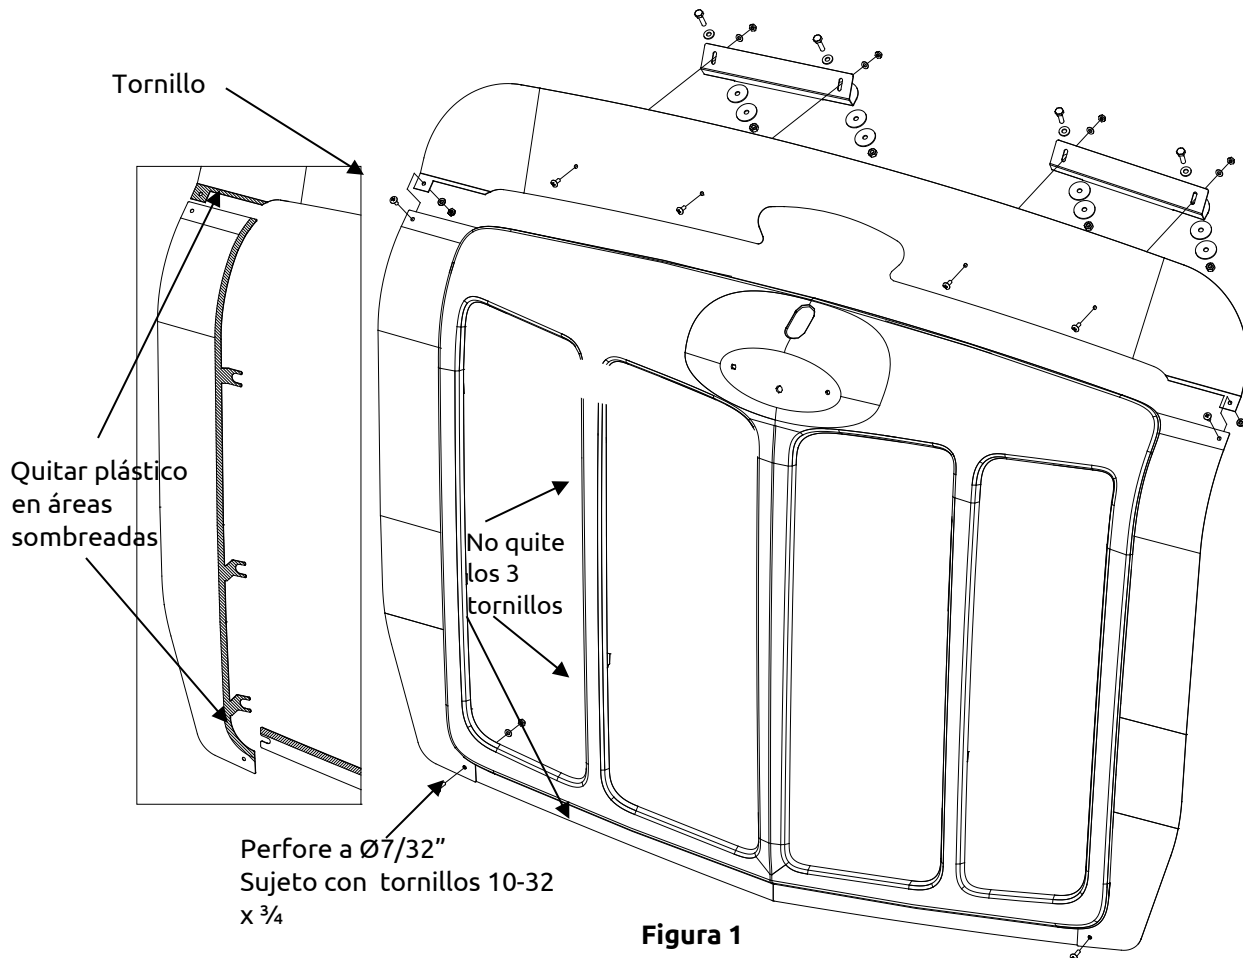

Figura 1
2. Remover el plástico alrededor de los agujeros y de las áreas sombreadas en la figura 1.
5. Asegure soportes a la parte superior de la envoltente de acuerdo a la figura 1. No apriete totalmente, Deje que los soportes se puedan deslizar libres.
10. Marque los agujeros hacia el frente del camión por los agujeros de montaje en los lados (ver Figura 1).